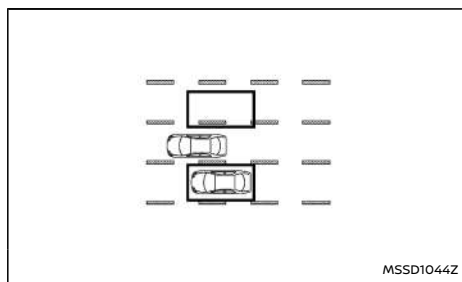

**Figura 3 Avvicinamento da dietro**
**Figura 3:** Se il sistema Intelligent Blind Spot Intervention è attivo e il vostro veicolo si sta avvicinando a una linea di demarcazione mentre un altro veicolo si trova nell'area di rilevamento, il sistema emette un segnale acustico (tre volte) e la spia BSW a LED e l'indicatore BSW nello strumento lampeggiano. Successivamente il sistema Intelligent Blind Spot Intervention applica selettivamente una lieve frenata sul lato della vettura interessato per riportare l'auto al centro della corsia di marcia.